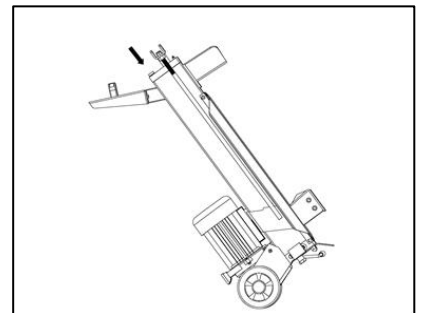

Fig. 12
4. Ruotare lo spaccalegna sul lato del motore (Fig. 12).